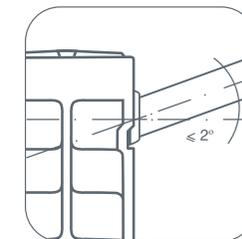

рис. 4
**!** Во избежании аварии допустимо отклонение оси коллектора радиатора от подводящих труб не более  $2^\circ$  (рис. 4).